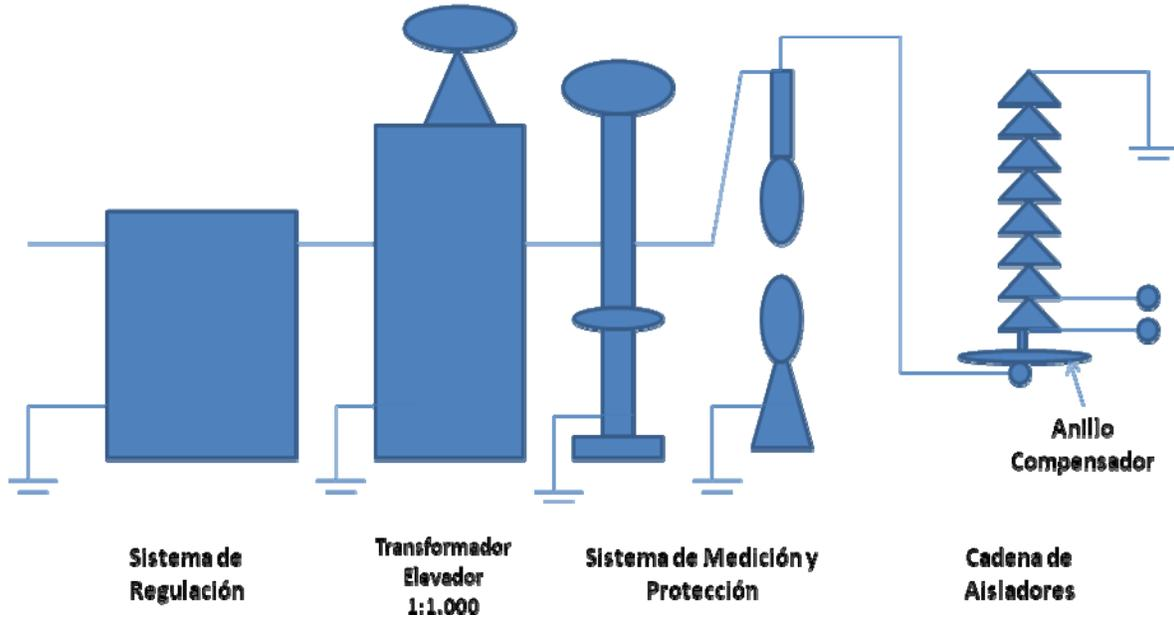

Figura 5.5. Esquema de conexión experimento 3.
- Sitúe el anillo compensador en la cadena de aisladores, como se muestra en la figura 5.5. Verifique la firmeza del agarre.